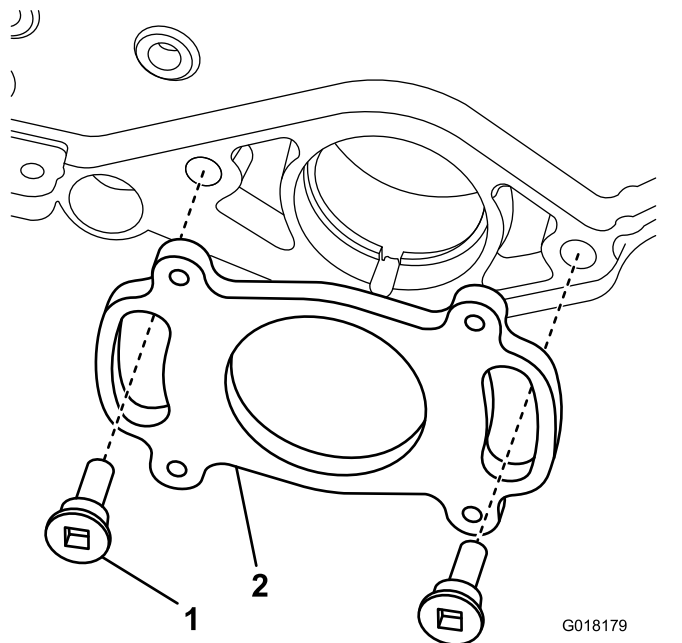

図 8
1. ショルダボルト2本を使って、後取り付けプレートを 図 8 のように固定する。